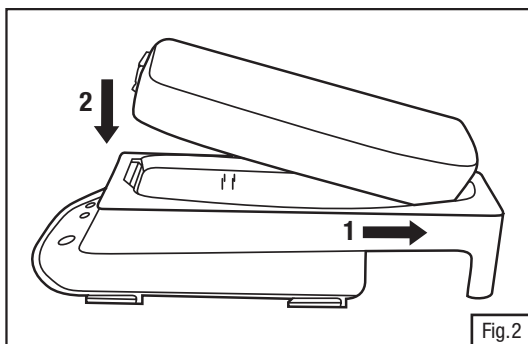
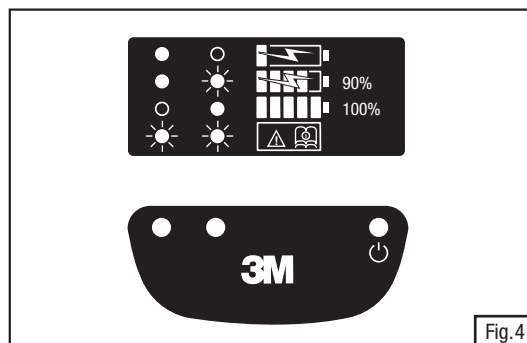

Fig.2
Fig.4
4. Batería cargando: Asegúrese que los contactos eléctricos de oro en la batería y el cargador estén limpios. Introduzca la batería en la Celda de carga de batería 3M™ TR-640 al deslizar primero el extremo posterior de la batería. Asiente el extremo frontal hasta que quede en su lugar (Fig. 2), entonces iniciará la carga. Remítase a la Fig. 4 y la Tabla 1 en la sección “Especificaciones” de estas *Instrucciones* para consultar la lista de pantallas LED del cargador y significados, y tiempos de carga de batería.